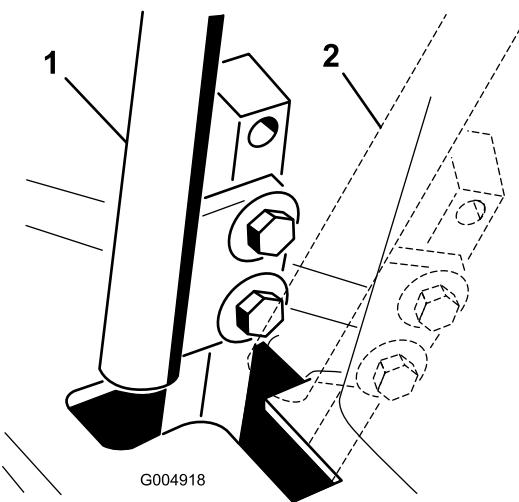

図 60
4. コントロールレバーをニュートラル位置にする（ロック位置にはしない）（図 60）。
6. コントロールレバーと、コンソールのノッチとの位置関係を見る（図 60）。